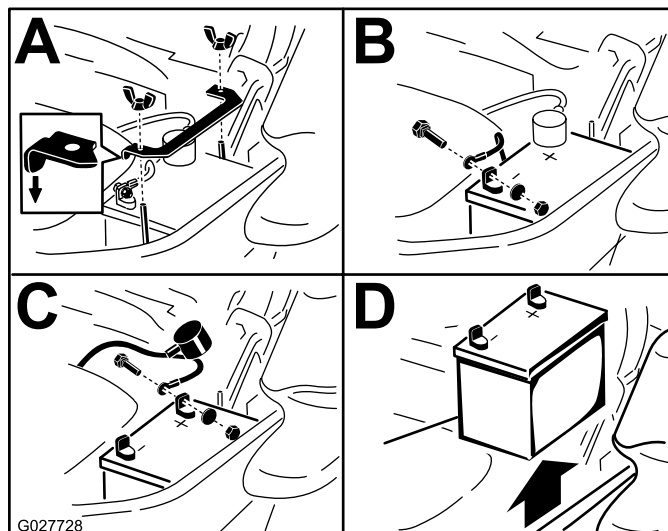

Figure 59
3. Débranchez le câble négatif (noir) de la batterie de la borne négative (-) de la batterie (Figure 59).
4. Enlevez le capuchon rouge de la borne positive (rouge) de la batterie et débranchez le câble positif (+) (Figure 59).
5. Retirez l'écrou à oreilles qui fixe la barrette de maintien de la batterie (Figure 59).
6. Déposez la barrette de maintien (Figure 59).
1. Placez la batterie dans son support en tournant les bornes à l'opposé du réservoir hydraulique (Figure 59).
4. Fixez les câbles avec 2 boulons, 2 rondelles et 2 contre-écrous (Figure 59).
6. Reposez la barrette de maintien et fixez-la avec l'écrou à oreilles (Figure 59).